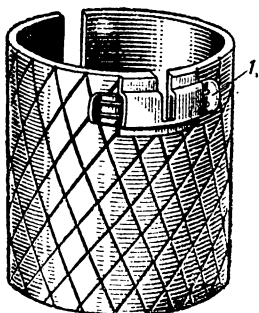

Рис. 5. Оборонительный чехол гранаты обр. 1933 г.
8. Оборонительный чехол (рис. 5) служит для усиления убойного действия гранаты. При варыве он дает осколки, разлетающиеся во все стороны до 100 м. Для облегчения разрыва наружная поверхность чехла имеет насечку. Чехол надевается на корпус гранаты со стороны верхней крышки и закрепляется задвижкой, которая своим вырезом сцепляется со штифтом корпуса гранаты.